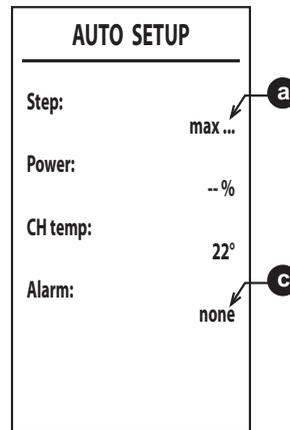

fig. 38
6. Después del encendido, el quemador se posiciona en las distintas potencias (máx., med. y mín.) indicadas por el punto **a** (fig. 38).
punto **a** y un código de error en el punto **c** (fig. 38).